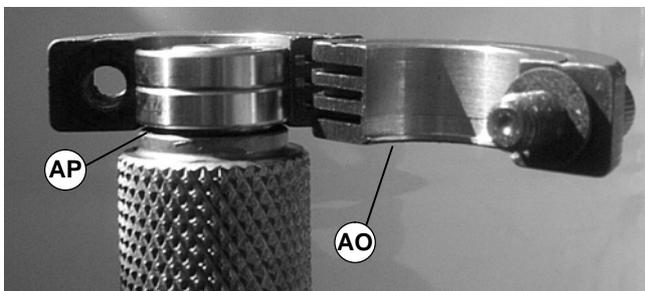

Abbildung 35
1. Das Lagerausbauwerkzeug (Teilnr. 450281) über das/die Lager legen, wobei sich die Lippe (AO in Abbildung 35) wie gezeigt in der Lagerspalte (AP) befinden sollte.